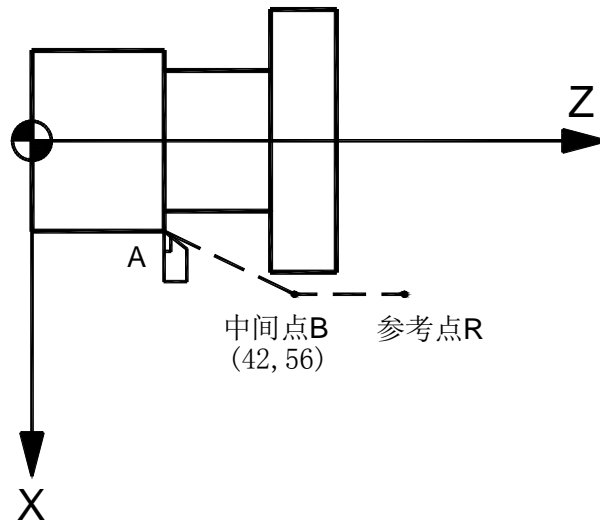

图 2-11
- (1) 利用上面指令，可以使指令的轴自动返回到参考点。**X (U) \_Z(W)\_**指定返回到参考点路途经过的中间点，用绝对值指令或增量值指令。
- (2) 以快速回零速度（由参数 P109 设定）从当前位置定位到指令轴的中间点位置（**A 点—B 点**），如图 2-11。
- (3) 以快速回零速度从中间点向参考点方向移动（**B 点—R 点**）。
- (4) 检测到减速信号后，低速运行（由参数 P043 设定）寻找精定位信号。
- (5) 检测到精定位信号后，返回零点执行完毕，回零灯亮。